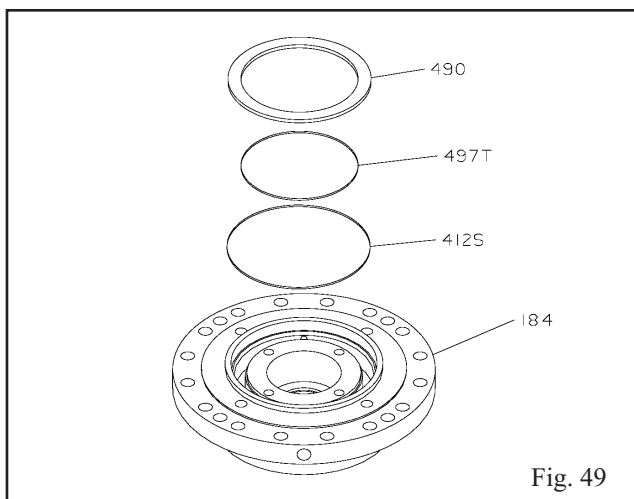

Fig. 49
1. Instale os anéis externos e internos da tampa do invólucro de água (412S e 497T) nos sulcos na tampa do invólucro de água (490) (Fig. 49).